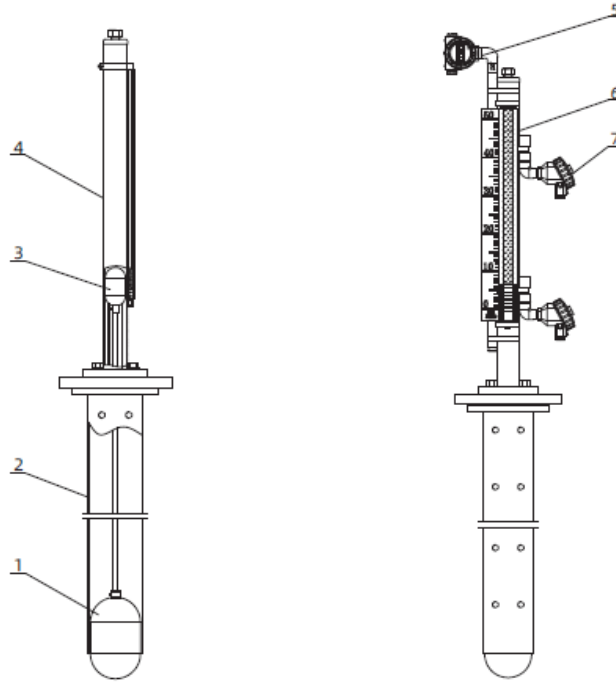

图 2 UHC 磁性浮子液位计顶装式
2.1.2 产品主要结构-图 2 UHC 磁性浮子液位计顶装式